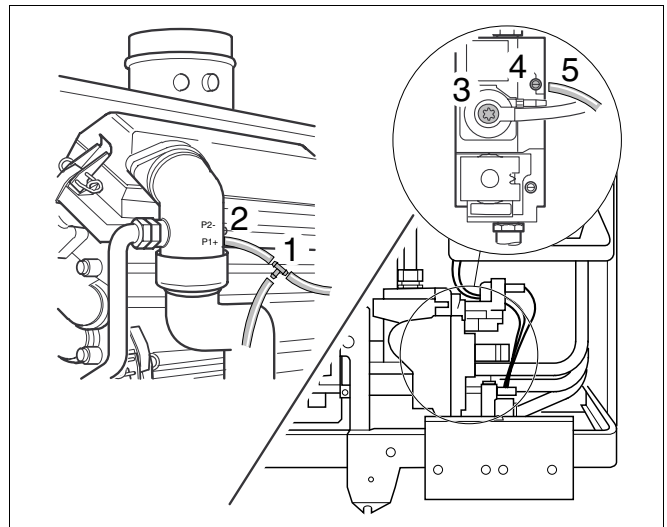
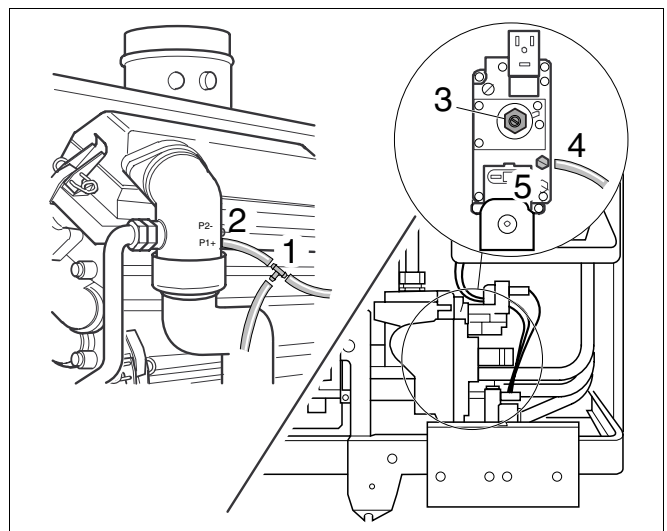

Fig. 28 Controllo e regolazione del rapporto gas/aria (apparecchiatura Honeywell)
Fig. 29 Controllo e regolazione del rapporto gas/aria (apparecchiatura SIT)
- Rimuovere il tubo flessibile inferiore dall'ugello gas/aria (fig. 28, pos. 2 o fig. 29, pos. 2) e inserire tra questi 2 punti il tubo flessibile con un raccordo a T (fig. 28, pos. 1 o fig. 29, pos. 1).
- Svitare di due giri la vite del nippel di misurazione della pressione del bruciatore dell'apparecchiatura Honeywell (fig. 28, pos. 4), estrarre completamente l'apparecchiatura SIT (fig. 29, pos. 4).
- Collegare il collegamento contrassegnato dal segno più dell'apparecchio di misurazione della pressione con il nippel di misurazione della pressione del bruciatore (fig. 28, pos. 5 o fig. 29, pos. 5).
- In caso di divergenze regolative del rapporto gas/aria effettuare regolazioni successive mediante la relativa vite (fig. 28, pos. 3 o fig. 29, pos. 3).
- Misurare e annotare la componente di CO₂. Il tenore di CO₂ a carico parziale deve essere inferiore dello 0,7 % rispetto a quello a pieno carico. Qualora il valore di misurazione risulti più elevato a carico parziale, regolare il rapporto gas/aria mediante la vite di regolazione dell'apparecchiatura del gas (fig. 28, pos. 3 o fig. 29, pos. 3).